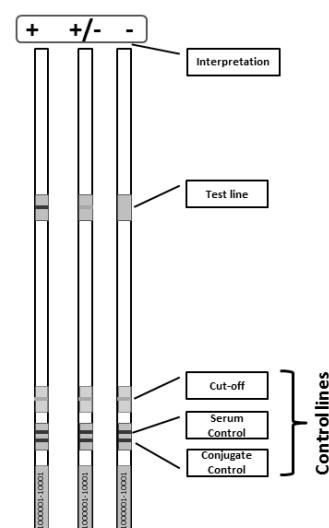
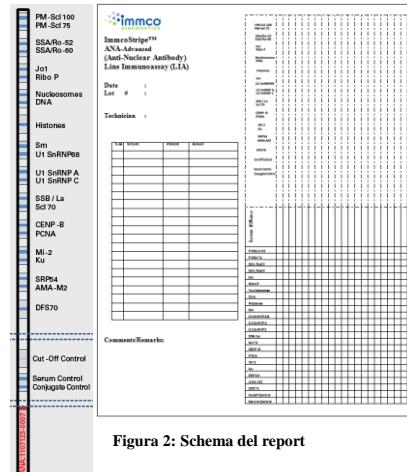

Figura 1: Schema delle strisce LIA dopo
Figura 2: Schema del report
- Come etichettato in Figura 1, le linee di controllo di siero e coniugato devono essere chiaramente positive per indicare un esperimento di successo. Il cut-off è una linea debole con variazione in intensità in base alle condizioni sperimentali. Lo schema della Figura 1 mostra un esempio della linea di test. Nell'ANA Advanced LIA (Figura 2) ci sono 22 linee di test e 3 linee di controllo. Lo sviluppo della linea di test dipende dal campione. Le reazioni positive possono verificarsi in intensità variabili da debole a forte. **Le reazioni deboli devono essere confrontate con l'intensità della linea di cut-off fornita nella**
L'ANA Advanced LIA è capace di rilevare autoanticorpi ai seguenti antigeni: PM-Scl100, PM-Scl75, Ro-52, Ro-60, Jo-1, Ribo-P, nucleosomi, DNA, istoni, Sm, U1RNP68, U1RNP A, U1RNP C, SS-B/La, Scl-70, Cenp-B, PCNA, Mi-2, Ku, SRP-54 e AMA-M2 e DFS70 (LEDGF). Far riferimento alla Figura 2 per le posizioni della linea di antigene singolo e di controllo.